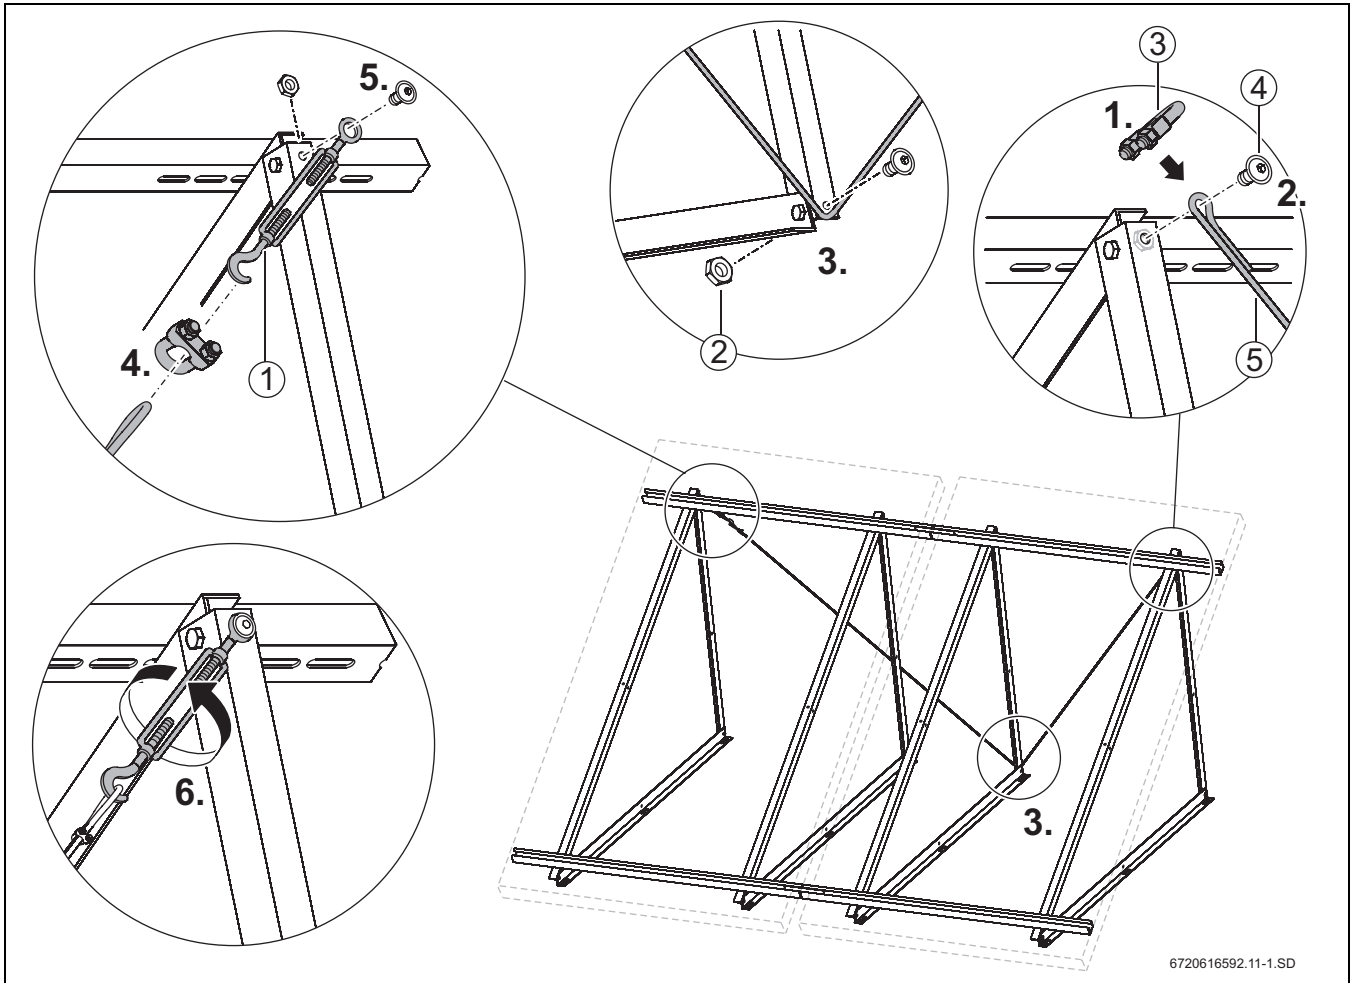

Рис. 24 Всегда устанавливайте ветровую растяжку (трос) на двух вертикальных коллекторах
- ▶ надёжно затяните винт и гайку (рис. 24, поз. 2) в нижней части конструкции.